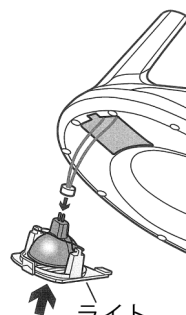

Fig.13
8) スポットライトのケーブルをライトに接続し、フード吸引側に取付けてください。(Fig.13)